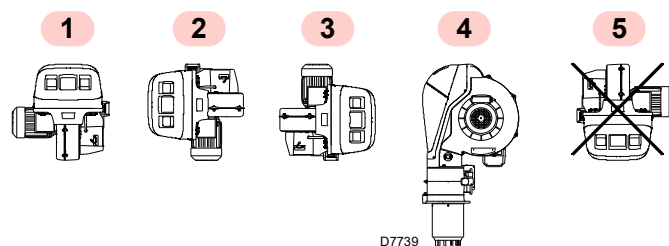

Рис. 12
- Горелка предназначена исключительно для функционирования в положениях 1, 2, 3 и 4 (Рис. 12).